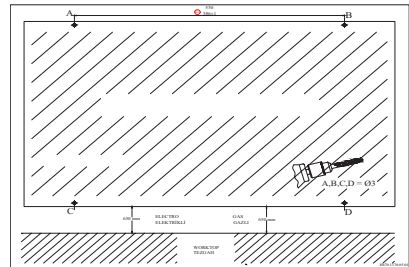

Fig. 6
- Perfore los agujeros A, B, C y D indicados en el esquema de instalación utilizando una broca $\varnothing 4$ mm. Fig. 6